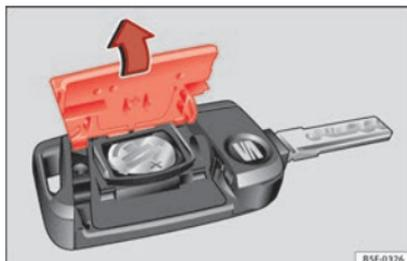

Fig. 134 Llave del vehículo: apertura de la tapa del compartimento para la pila.
- Retire la tapa en la parte trasera de la llave del vehículo » fig. 134 en la dirección de la flecha » ①.
- Coloque la tapa tal como se muestra » fig. 134 y presiónela en la carcasa de la llave del vehículo en sentido contrario a la flecha hasta que encastre.